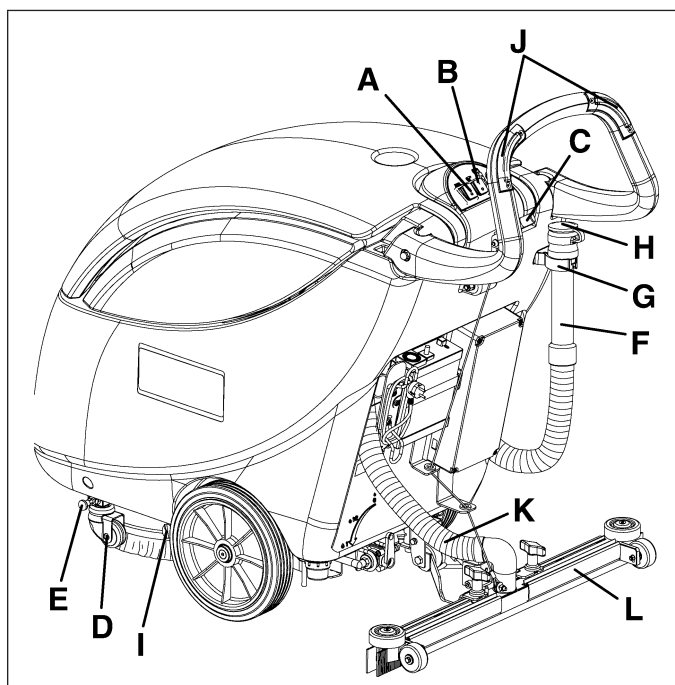

Figure 21
1. Arrêter la machine en positionnant les interrupteurs de rotation brosse et d'aspiration (A et B, Fig. 21) sur "0".
2. Soulever l'embouchure au moyen du levier (C, Fig. 21).
4. Au moyen du guidon, soulever la brosse/disque et activer le dispositif de stationnement (D, Fig. 21) après avoir actionné la goupille correspondante (E).
5. Dégager le tuyau de vidange de l'eau de récupération (F, Fig. 21) du support (G), ouvrir le couvercle (H), puis abaisser le tuyau (F) et vider le réservoir de l'eau de récupération. Le travail effectué, rincer le réservoir à l'eau propre.
7. Vider le réservoir de la solution en ouvrant la soupape de vidange (I, Fig. 21). Le travail effectué, rincer le réservoir à l'eau propre.
- Positionner l'interrupteur de la brosse (A, Fig. 21) sur "1".
- Avec la brosse/plateau support disque soulevé, appuyer sur l'un ou les deux boutons-poussoirs (J, Fig. 21) pour quelques secondes, puis les relâcher : cette procédure permet de dégager la brosse/plateau support disque.